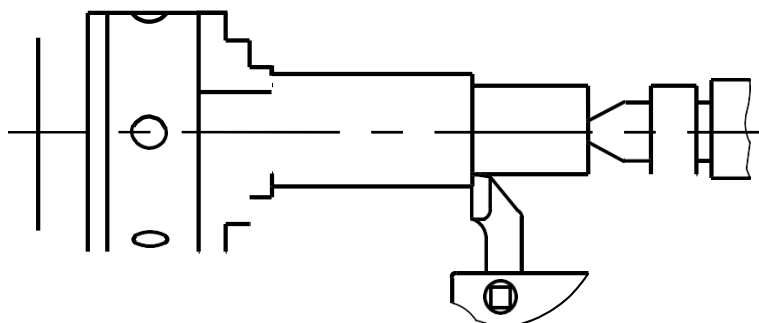

Рисунок 3 – Схема обработки вала с закреплением в патроне и центрированием вращающимся центром задней бабки
2) В трехкулачковом самоцентрирующемся патроне с подводом вращающегося центра (рисунок 3).